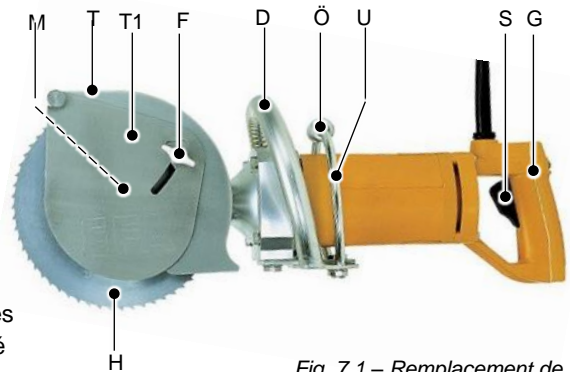

Fig. 7.1 – Remplacement de lame de scie
Dévisser l'écrou papillon (F) et retirer la butée de profondeur (T1), voir fig. 7.1.